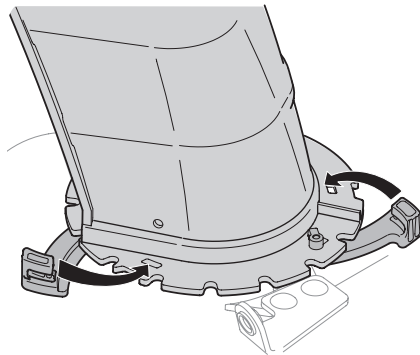

Figura 2-18
2. Cierre los fijadores de brida para sujetar el conjunto del canal a la base del canal. Los fijadores de brida emiten un chasquido cuando están bien asegurados. Consulte Figura 2-18.